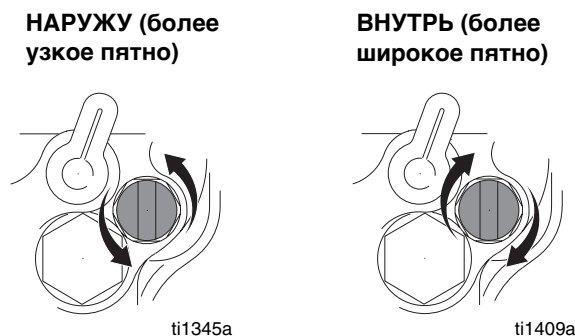

Рис. 7. Кнопка Воздушного Пятна
1. Смотрите Рис. 7. Перекройте подачу воздуха, регулирующего факел, поворачивая регулятор подачи по часовой стрелке до конца. Это позволит получить наиболее широкое пятно распыления.
3. Смотрите Рис. 7. Для того чтобы заузить факел распыла, поверните регулятор против часовой стрелки. Если пятно распыления недостаточно узкое, немного увеличьте давление воздуха, подаваемого на пистолет, или используйте другой размер распылителя.